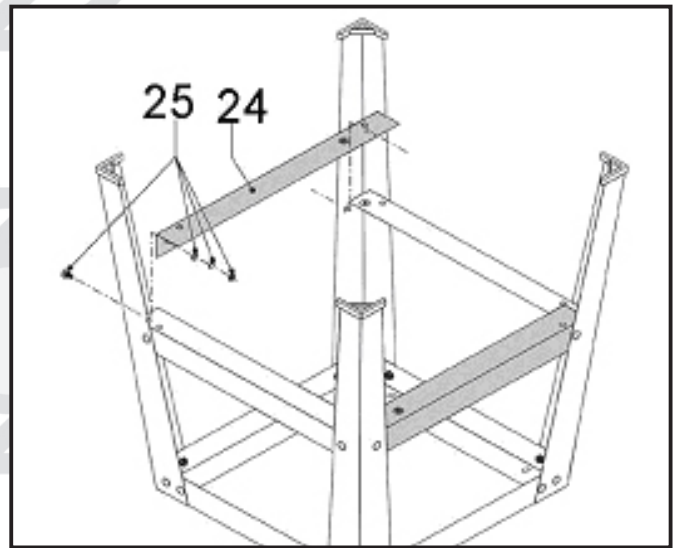

Abbildung 4
Bringen Sie eine lange Querschiene (24) zwischen den beiden Beinen so an, dass die Schraublöcher übereinander liegen. Schrauben Sie die Querschiene mit Schrauben, Unterlegscheiben und Muttern (25) zusammen, ziehen Sie sie aber nicht zu stark an. Wiederholen Sie den Vorgang mit der anderen langen Querschiene wie in Abbildung 4 gezeigt.